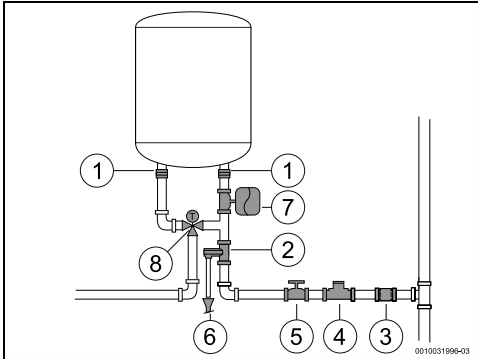

Fig. 13 Conexión del agua
- ▶ Instalar la válvula de seguridad en la entrada de agua del termo eléctrico (Fig. 13).
- ▶ instalar la válvula de reducción de presión (Fig. 13, [4]). Si la presión del agua en el acumulador de agua caliente rebasa los 8 bar (± 1 bar), se activará la válvula de seguridad. En este caso deberá existir la posibilidad de desviar el agua.
- ▶ instalar un vaso de expansión (Fig. 13, [7]) para evitar que la válvula diferencial se abra con tanta frecuencia. El volumen del vaso de expansión debe ser equivalente al 5% del volumen del dispositivo.
- ▶ Cerrar la válvula de corte del agua (→ Fig. 13, 14).